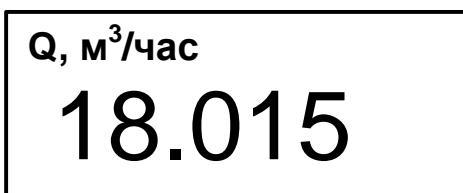

Рис.2. Вид окна укрупненной индикации
1.1.5. В расходомере предусмотрена возможность индикации значений измеряемых и настроек параметров шрифтом большего размера (см. рис.2). Окно с укрупненной индикацией открывается после активизации наименования соответствующего параметра.